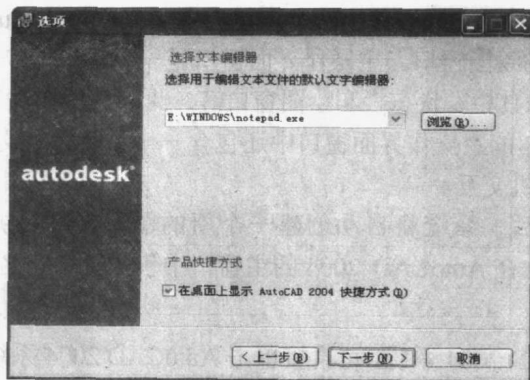

图 1-8 确定文本编辑器
10. 如图 1-8 所示，安装程序要求用户指定用于编辑文本文件的文本编辑器和确认安装选项，用户可以选择默认的记事本，也可以按自己的喜好进行设计。